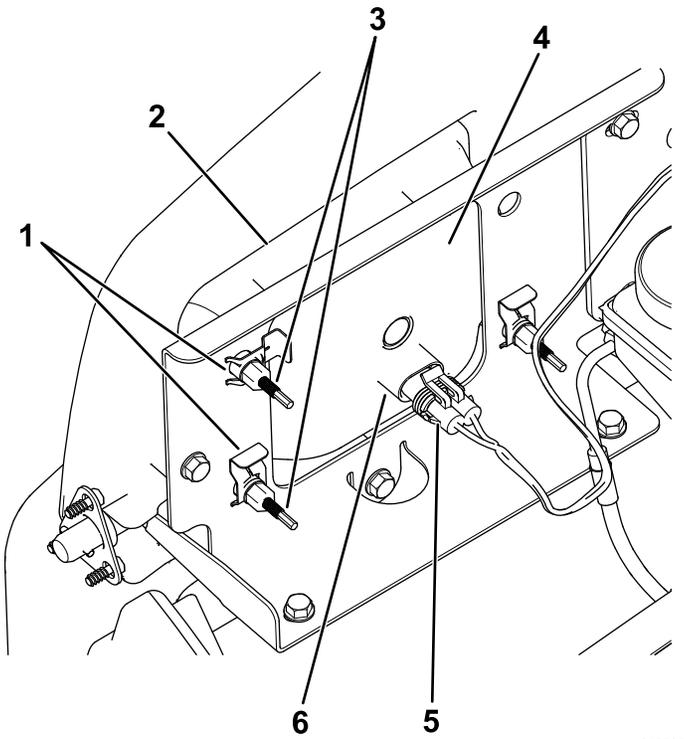

Figura 48
3. Desconecte el conector eléctrico del arnés de cables del conector del conjunto de la luz (Figura 48).
4. Retire los conectores rápidos que sujetan el faro al soporte del faro (Figura 48).
5. Retire el conjunto del faro desplazándolo hacia adelante y pasándolo por el hueco del parachoques delantero (Figura 48).
6. Introduzca el faro nuevo a través del hueco del parachoques (Figura 48).
7. Sujete el conjunto del faro con los conectores rápidos que se retiraron en el paso (4).
8. Conecte el conector eléctrico del arnés de cables al conector del conjunto de la luz (Figura 48).
5. En la parte trasera del faro, gire los tornillos de ajuste (Figura 48) para pivotar el conjunto y ajustar de la posición del haz de luz.